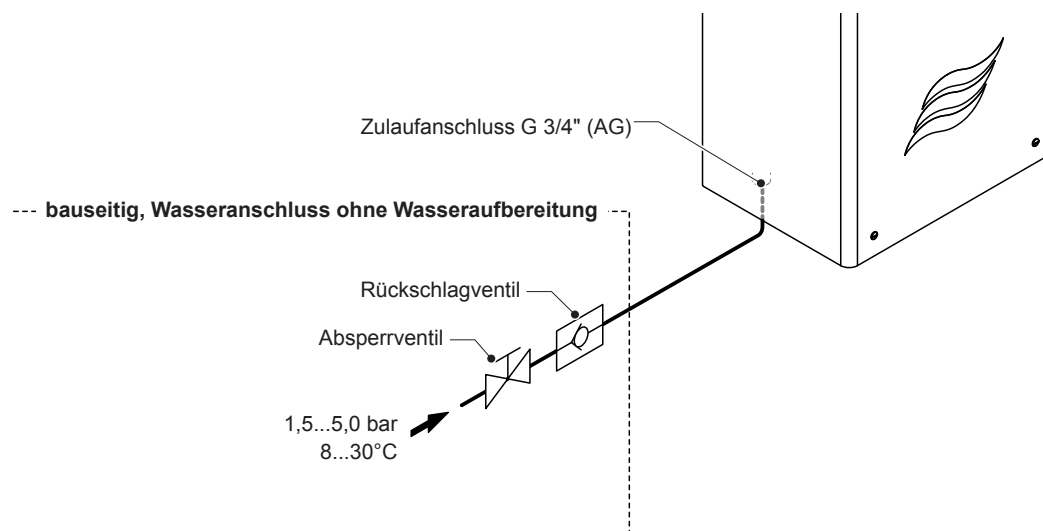
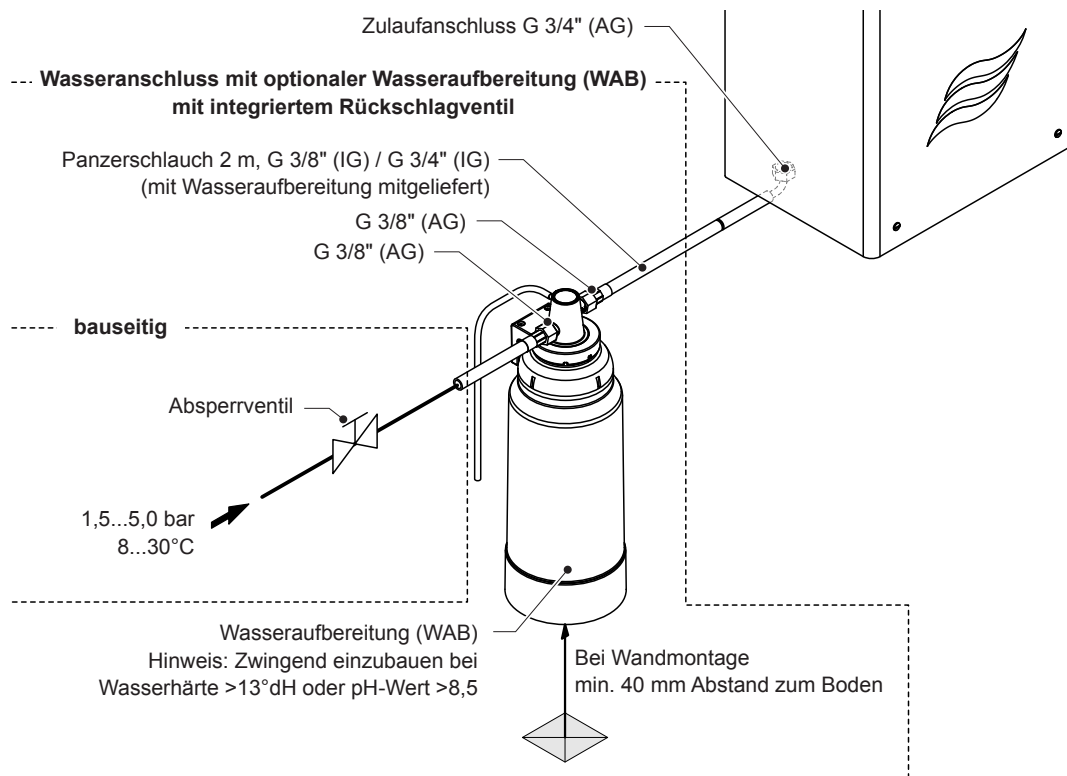
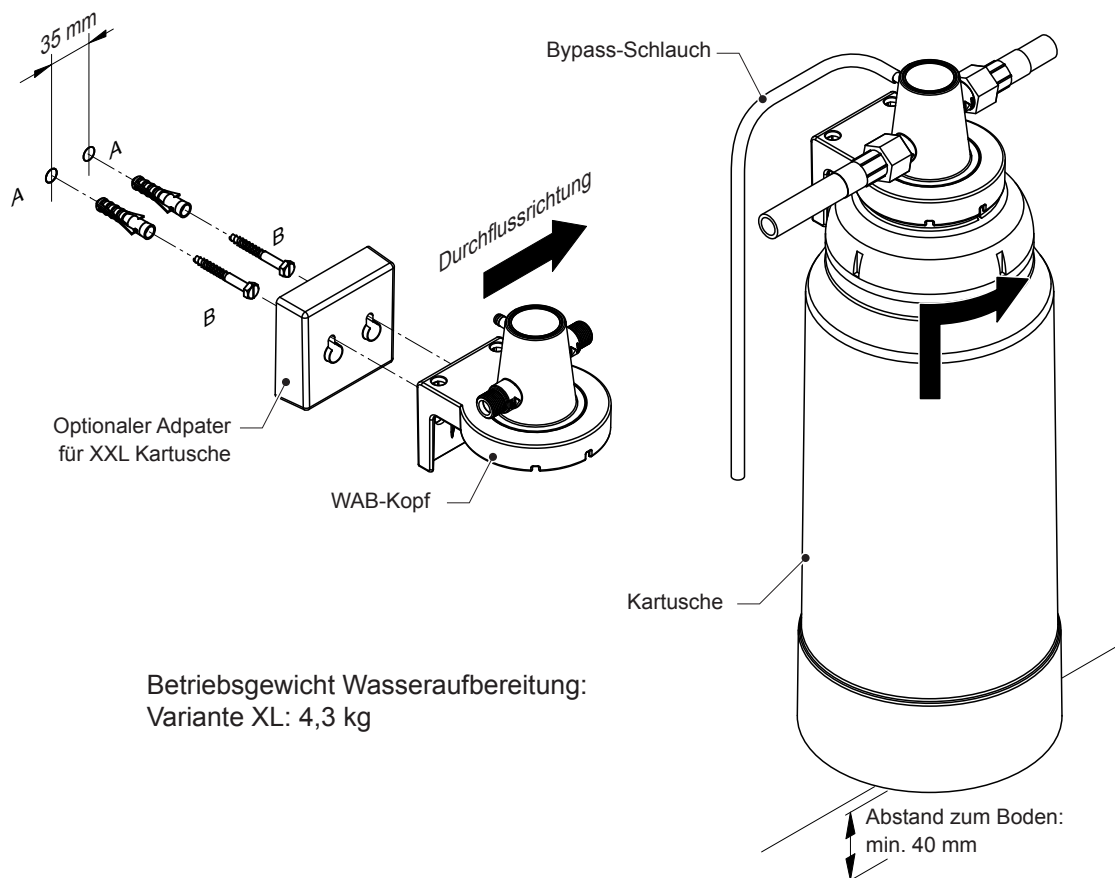

Abb. 20: Installation Frischwasserzulauf ohne Wasseraufbereitung
Abb. 21: Frischwasserzulauf mit Wasseraufbereitung
Abb. 22: Montage der Wasseraufbereitung
Der Frischwasserzulauf ist gemäss der *Abb. 20* (Frischwasserzulauf ohne Wasseraufbereitung) bzw. der *Abb. 21* (Frischwasserzulauf mit Wasseraufbereitung) zu erstellen und muss den Richtlinien nach DVGW/ SVGW- sowie den geltenden lokalen Vorschriften für Trinkwasserinstallationen entsprechen. Die angegebenen Anschlussdaten sind einzuhalten.
- bei Wandmontage unter der Wasseraufbereitung genügend Freiraum für den Ein- und Ausbau der Kartusche vorhanden ist (min. 40 mm, siehe auch *Abb. 21*) und die Befestigungsstelle (Mauer, Holzwand, etc.) eine ausreichende Tragfähigkeit und Stabilität aufweist und für die Befestigung geeignet ist. Betriebsgewicht siehe *Abb. 22*.
4. Kartusche aus der Verpackung nehmen und Verschlusskappe entfernen. Kartusche von unten vorsichtig in den WAB-Kopf einschieben, gleichzeitig nach oben drücken und drehen bis die Kartusche im Bajonettverschluss des WAB-Kopfes eingreift. Anschliessend Kartusche mit leichtem Druck nach oben bis zum Anschlag in Pfeilrichtung wie in *Abb. 22* gezeigt, in den WAB-Kopf eindrehen.
4. Frischwasserzulaufleitung am Eintritt der Wasseraufbereitung und den mitgelieferten Panzerschlauch am Austritt der Wasseraufbereitung und am Zulaufanschluss der Hydraulikeinheit anschliessen (siehe *Abb. 21*).